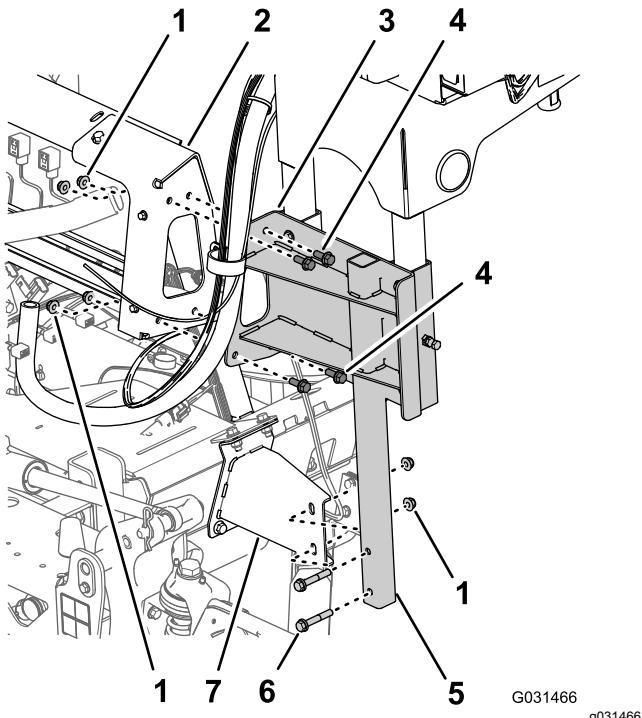

Bild 22
2. Entfernen Sie die zwei Bundkopfschrauben (3/8" x 2-1/4") und zwei Sicherungsbundmuttern (3/8"), mit denen das untere Rahmenrohr der schwenkbaren Schlauchtrommel an der Befestigungshalterung am rechten Rahmenkanal der Maschine befestigt ist (Bild 22).
3. Entfernen Sie die vier Bundkopschrauben (3/8" x 1") und die vier Sicherungsbundmuttern (3/8"), mit denen der Stützkanal der schwenkbaren Schlauchtrommel an der Verteilerbefestigung für die Sprühventile befestigt ist (Bild 22).